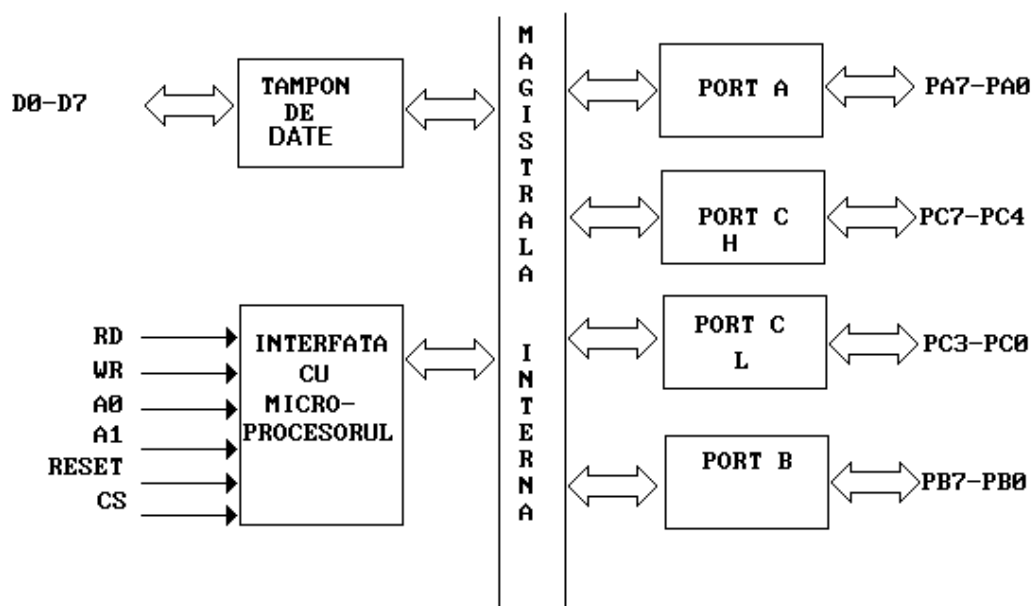

Figura A1
1. Circuitul interfață paralelă programabilă INTEL 8255 figura A1: